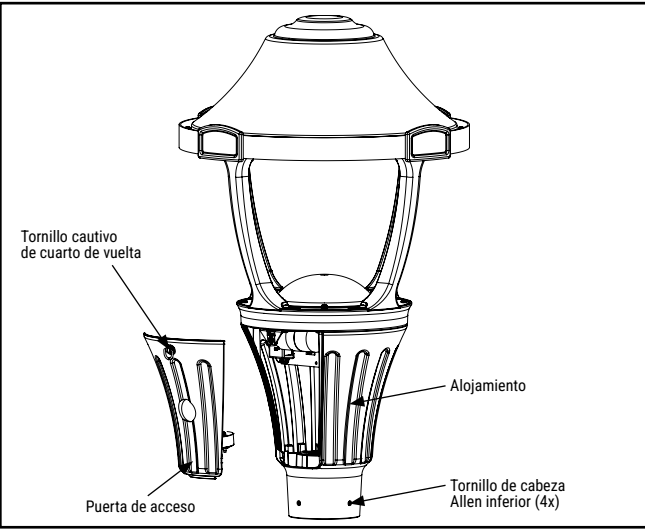

Figura 1.
- 8. Retire la puerta de acceso girando el tornillo cautivo de un cuarto de vuelta en sentido antihorario para desengancharlo del seguro. (Figura 1).